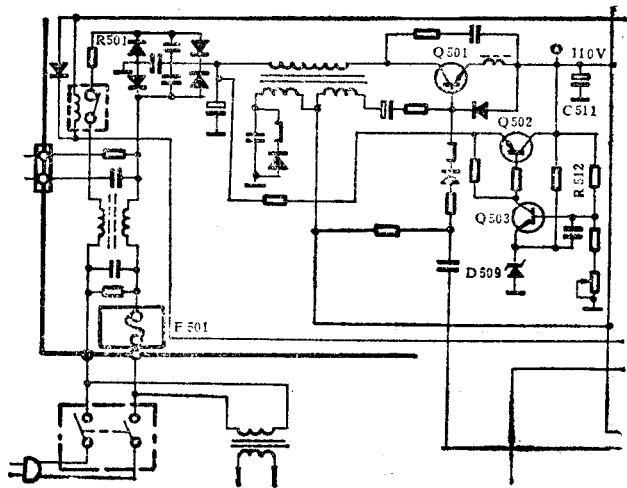

图 1-3
1. 检查电源电路。首先进行静态检查,测量保险管F501没有烧断,说明机内无短路故障。然后通电检查,测量C511两端电压为157V(正常值为110V),由此证明稳压电路有故障。检查Q501、Q502、Q503、Q509均正常,检查取样电阻R512(见图1-3)由39k Ω 增大为87k Ω 。更换一只39k Ω 1/2W电阻后,电源电路恢复正常,但仍无光栅,说明行场扫描电路还有故障。